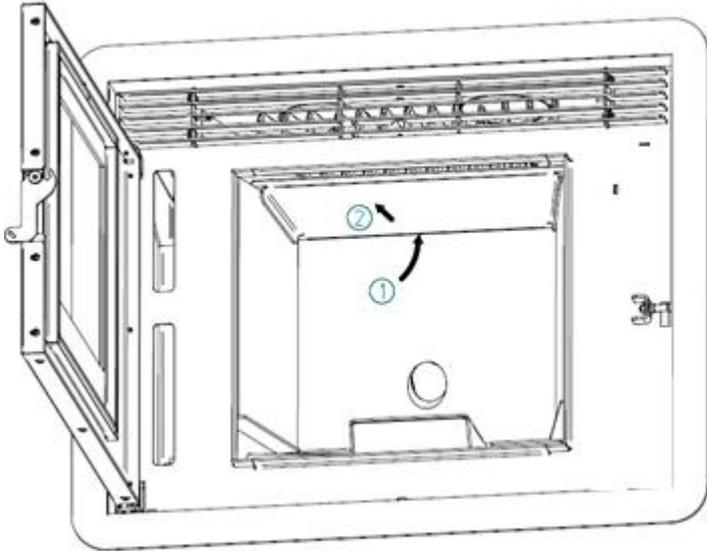

Figure 45 – Démontage du déflecteur.
- Pour retirer le déflecteur, qui est installé dans la partie supérieure de la chambre de combustion, il est nécessaire de déplacer légèrement le volet vers le haut (mouvement 1 de la figure 45) dans sa partie postérieure puis faire glisser au-dessus de la vermiculite.